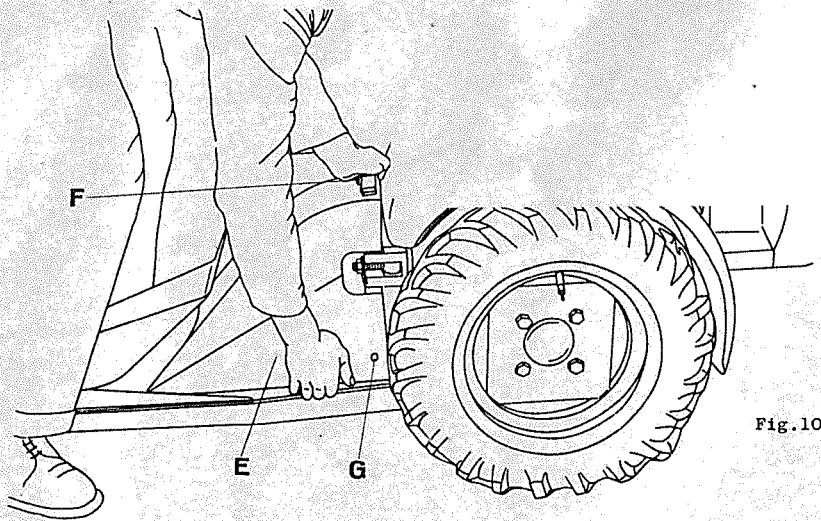

Fig. 10
**5. Keilriemenverdeck (Fig. 10)**
**5. Protection des courroies trapézoïdales (fig. 10)**
**5. Protezione delle cinghie trapezoidali (fig. 10)**